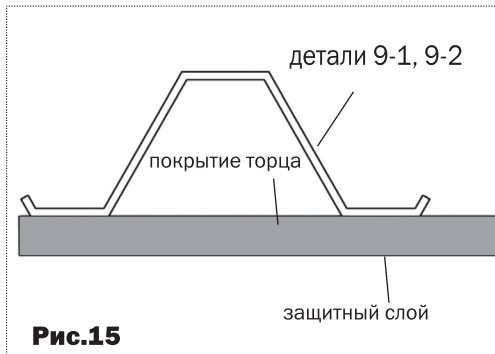

Рис.15
- Установите боковые куски покрытия торца в соответствии с **рис.15**. Придерживая кусок покрытия, закрепите его винтами с шайбами по деталям **11** и **8 (рис.21)**. Отверстия для винтов выполняются сверлом диаметром 4 мм изнутри теплицы через готовые отверстия в деталях каркаса.